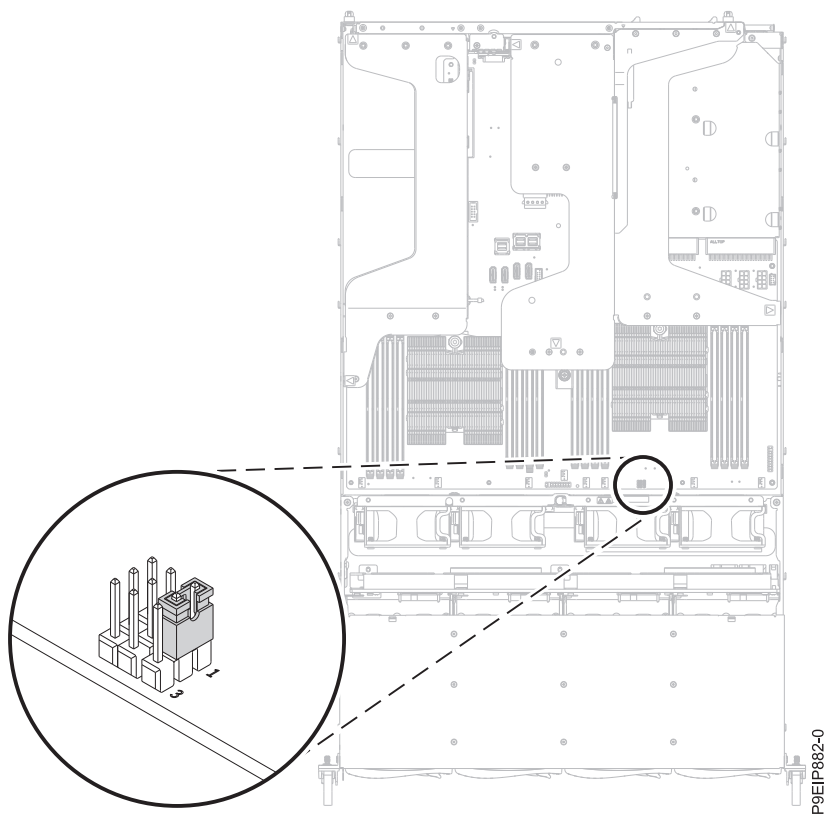

Figura 69. Configuração do jumper
3. Assegure-se de que a definição de jumper no local indicado seja configurada conforme mostrado na Figura 69 na página 60, nos pinos 1 e 2. O pino 3 está mais próximo da parte frontal do sistema. O pino 1 está mais próximo da parte traseira do sistema.